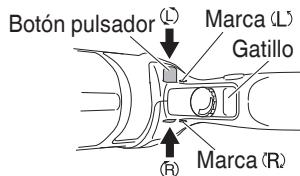

Fig. 4
8. Verifique la dirección de rotación (Fig. 4)